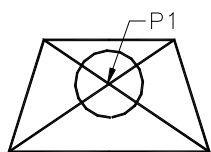

Fig. U9.21
5. Pentru aflarea coordonatelor absolute ale punctului P1 (Fig. U9.21) se pot utiliza următoarele comenzi și moduri de lucru: